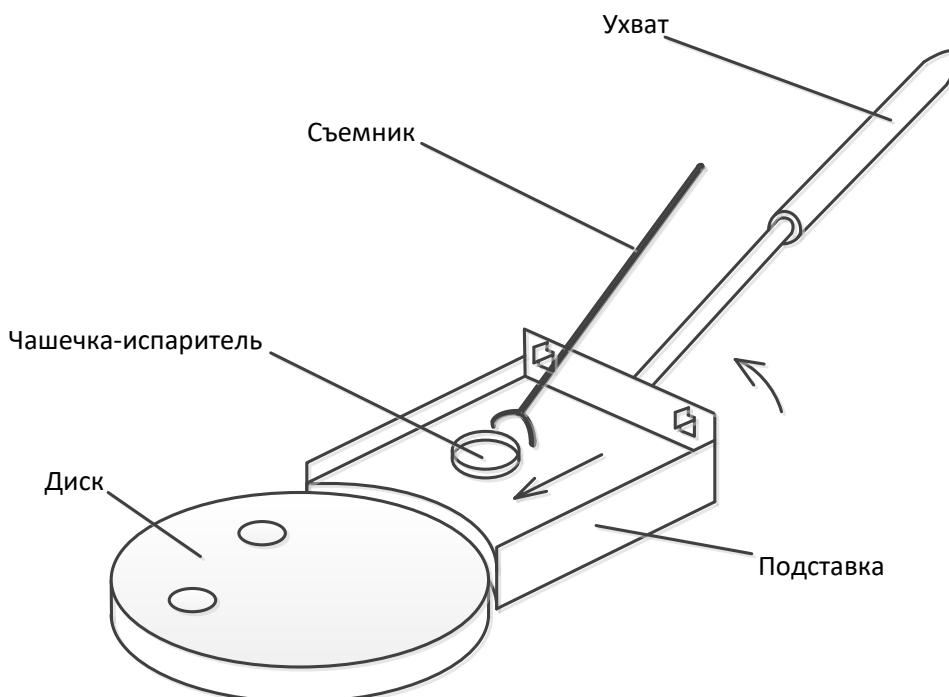

Рисунок 7 - Загрузка чашечек-испарителей
4.5.1 Подготовленную пробу в чашечках-испарителях разместить на подставке из комплекта принадлежностей (рисунок 7).